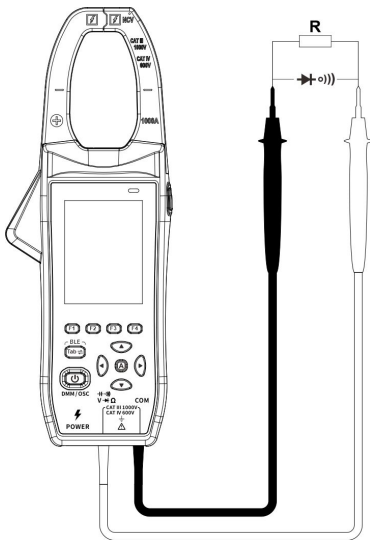

Figura 8
3. Encoste as pontas de prova **em paralelo** ao circuito a ser medido, conforme mostrado na figura 8.
3. Conecte a ponta de prova vermelha ao terminal positivo do diodo e a ponta de prova preta ao terminal negativo, conforme mostrado na figura 8.